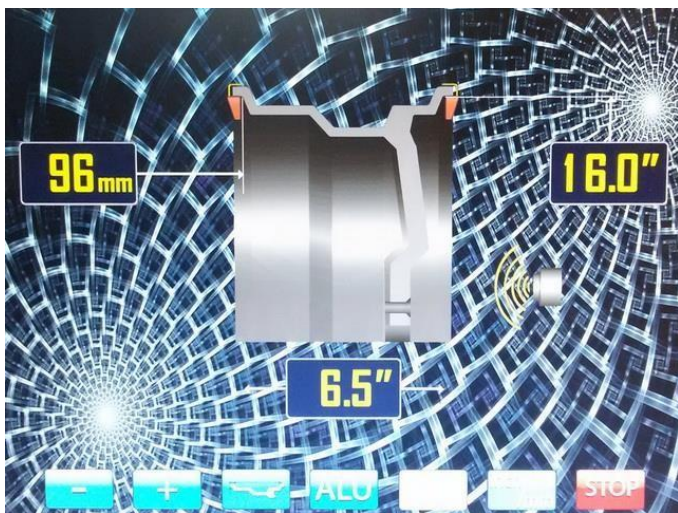

Рис. 10.2.
При включении питания СБ автоматически устанавливается исходный параметр « b », записанный в памяти СБ, который можно проконтролировать, нажимая кнопку A , d , b (кнопка 3 на рис.10.2.)
11.2. Данная модель СБ снабжена устройством, позволяющим автоматически вводить диаметр колеса и дистанцию до колеса. Для этого необходимо, взяв за рукоятку, вытянуть из корпуса СБ штангу ввода параметров, подвести палец на конце рукоятки к месту установки корректирующих грузов на внутренней стороне диска (см. рис. 10.1) и удерживать штангу в этом положении до появления звукового сигнала, после чего возвратить штангу в исходное положение. При этом экран основного рабочего режима сменится на экран ввода геометрических параметров колеса (рис.10.2). В левом верхнем окне отображается введенная дистанция в мм до плоскости установки балансировочных грузиков с внутренней стороны диска колеса. В правом верхнем окне отображается введенная величина диаметра диска колеса. В нижнем окне отображается ширина диска колеса. В правой части экрана появится изображение УЗ датчика (рис.10.2).
колеса, если требуется их ручная коррекция. Переключение кнопок «-» и «+» для коррекции диаметра и дистанции осуществляется кнопкой A , d , b (кнопка 3 рис.10.2), при этом корректируемая величина выделяется красным цветом, кроме того кнопка A , d , b позволяет перейти к экрану ввода геометрических параметров из экрана основного рабочего режима.
. Введите геометрические параметры колеса как описано в п. 11.2 или 11.4. На экране ввода геометрических параметров отображается стандартная балансировка грузами на пружинках (рис.10.2.).